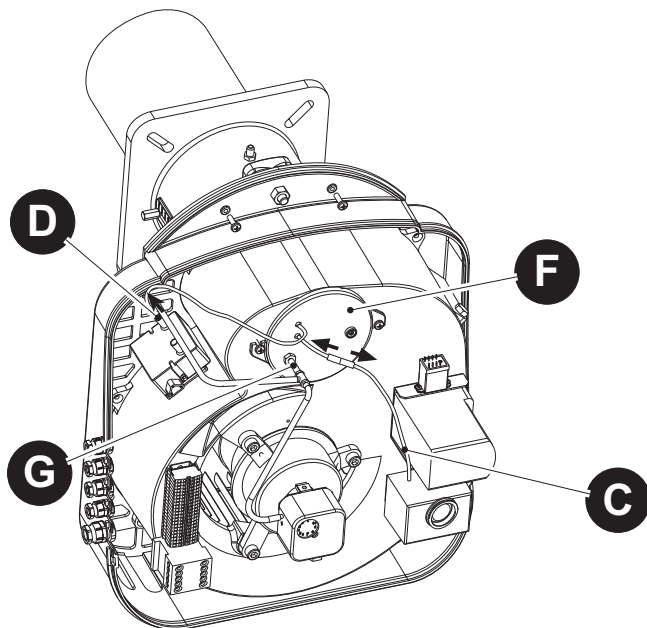

рис. 2c
- 2) Отсоедините кабели "D" и "C" в указанных местах и соответствующие кабельные втулки на крышке "F". Отсоедините трубку "G" от крышки "F" (рис. 2c).
- 5) Наденьте корпус горелки на шпильку "I" и закрепите его гайкой "H". Установите на место крышку "F", снова подключите кабели "D" и "C" (рис. 2c) с соответствующими кабельными втулками и закрепите крышку с помощью винтов "E" (рис. 2f).